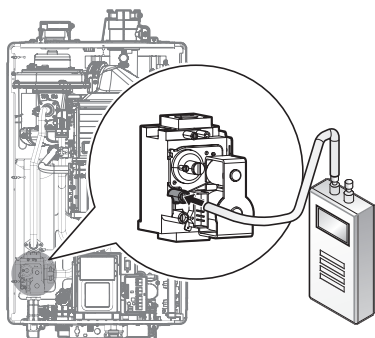

Figure 9
- a. Ouvrez la lumière de refoulement de correction en desserrant la vis de deux tours comme illustré à la figure 9.